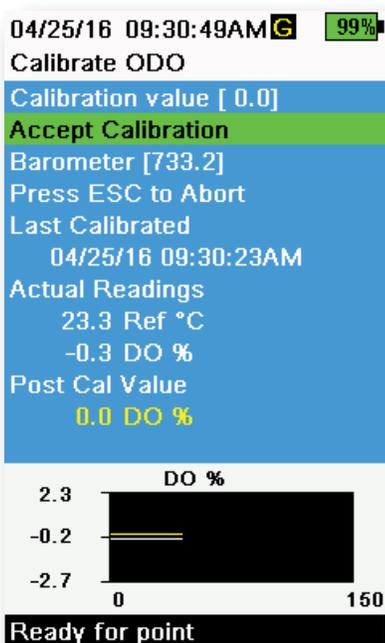

图 53 ODO 零点校准
3. 观察实际测量读数是否稳定 (图表上的白线 40 秒内没有明显变化)，然后选择 **Accept Calibration (接受校准)** (图 53)。然后消息区域将显示“校准成功！”